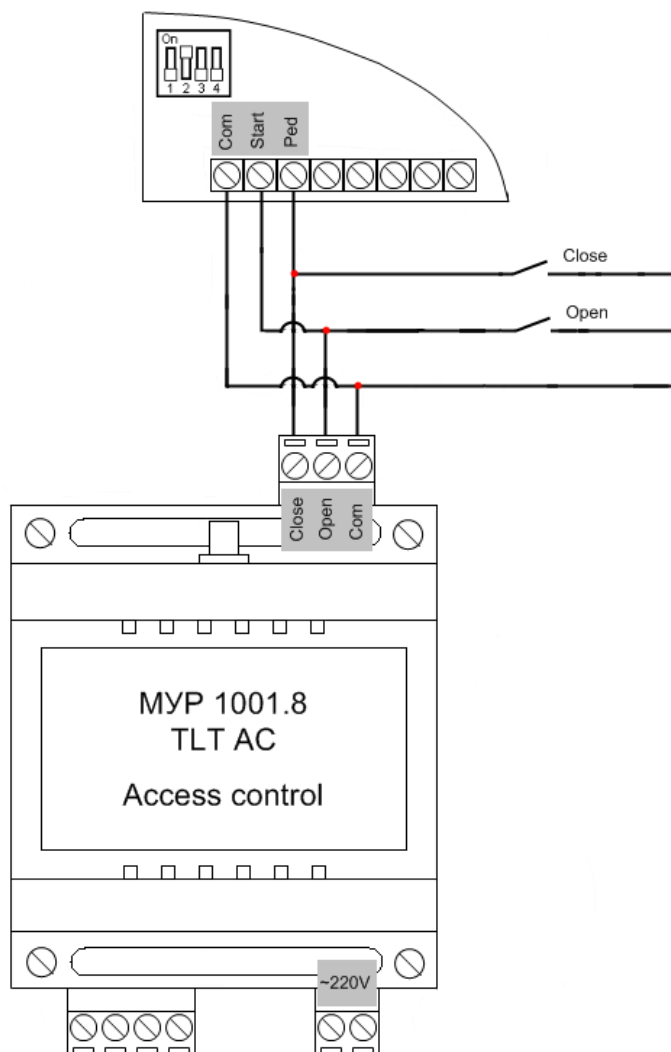

Рис. 2. Принципиальная схема подключения GSM модема к шлагбауму
6. Подключить управляющие выходы модема МУР 1001.8 TLT AC и так как показано на рис.2, параллельно подключаются две кнопки ручного управления на открытие и закрытие.